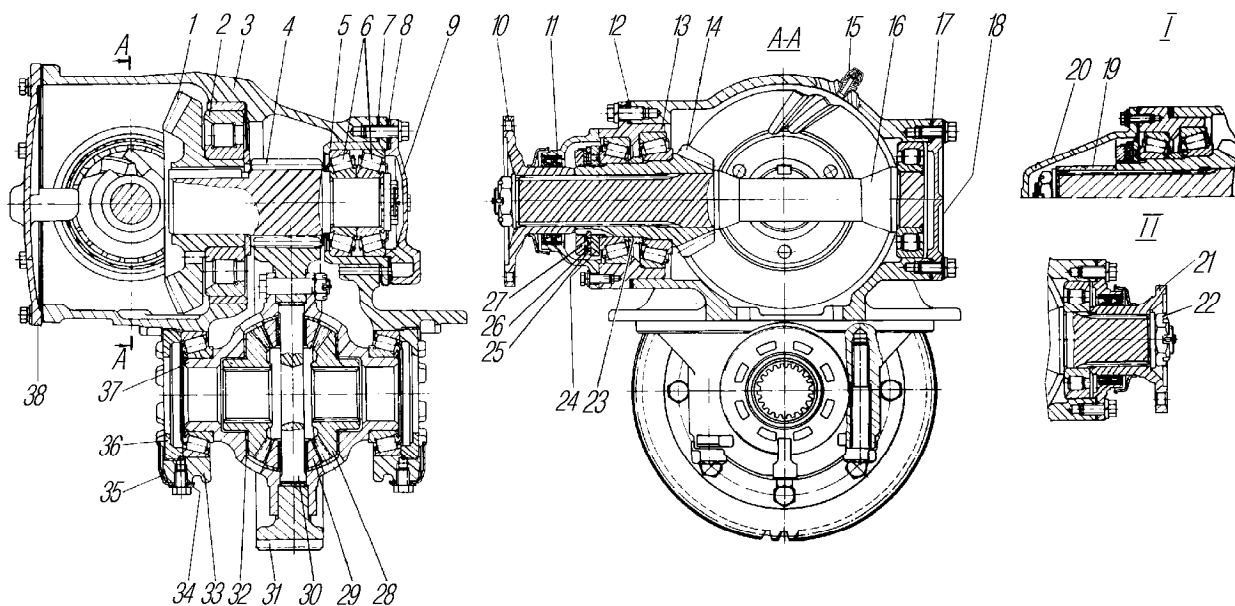
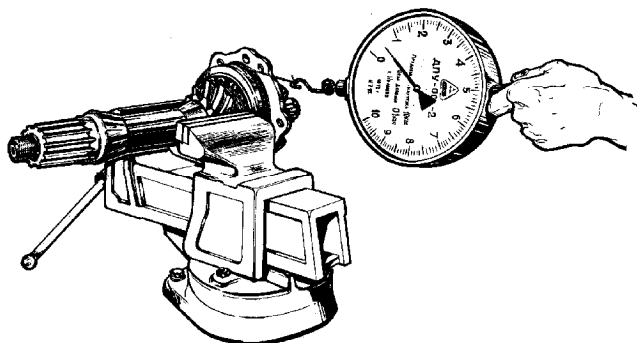

Рис. 34. Главная передача:
Рис. 38. Проверка регулировки подшипников ведущей конической шестерни
Главная передача заднего моста — двойная, состоит из пары конических шестерен 1 и 14 (рис. 34) со спиральными зубьями и пары цилиндрических шестерен 4 и 31 с косыми зубьями. К ведомой цилиндрической шестерне болтами прикреплен симметричный конический дифференциал с четырьмя сателлитами.
Главная передача переднего моста отличается от главной передачи заднего моста приводным фланцем. На передний конец вала ведущей шестерни переднего моста устанавливаются втулка 19 с крышкой 20, а на задний конец — фланец 21 (см. рис. 34). Главная передача заднего моста имеет фланец со стороны ведущей конической шестерни. На противоположном конце вала ведущей шестерни шлицы могут не выполняться.
Рассчитать величину уменьшения толщины регулировочной шайбы 23 (см. рис. 34) (величина зазора плюс 0,03- 0,05 мм предварительного натяга). Отвернуть гайку, снять подшипник и регулировочную шайбу. Прошлифовать (или подобрать) шайбу до требуемого размера, установить шайбу и собрать подшипниковый узел ведущей конической шестерни. Момент затяжки гаек 450- 500 Н.м (45- 50 кгс.м). Законтрить контргайку, отогнув шайбу на одну из граней. Крутящий момент, необходимый для проворота ведущей конической шестерни в подшипниках, должен быть 0,6- 1,4 Н.м (0,06- 0,14 кгс.м). Усилие на динамометре при размотке шнура с поверхности стакана 7,5- 17,5 Н (0,75- 1,75 кгс) (рис. 38).
2. Отрегулировать предварительный натяг подшипников промежуточного вала. Регулировать подшипники следует подбором пакета прокладок 8 (см.рис. 34) под крышкой 9 стакана 5. Крутящий момент, необходимый для проворота промежуточного вала, должен быть 0,9- 1,5 Н.м (0,09- 0,15 кгс.м).
4. Установить дифференциал и отрегулировать подшипники дифференциала. Болты крепления крышек подшипников дифференциала затянуть моментом 250- 320 Н.м (25- 32 кгс.м). Подшипники дифференциала регулировать гайками 36 (см. рис. 34). После затяжки гаек расстояние между крышками подшипников дифференциала должно увеличиться на 0,04- 0,14 мм. Во время регулировки проворачивать дифференциал для установки роликов в подшипниках. Венец ведомой цилиндрической шестерни должен быть расположен симметрично относительно венца ведущей шестерни.